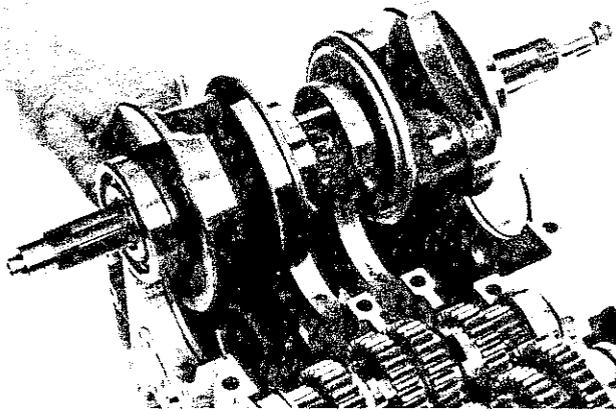

Fig. 79
- 1) Nel piazzare l'albero motore nel carter inferiore, curare il corretto imbocco dei pioli di riferimento dei cuscinetti centrali negli appositi fori (Fig. 79).
- 1) Take care to fit the central bearing dowel pins inside their holes, when installing the crankshaft in the lower crankcase (Fig. 79).